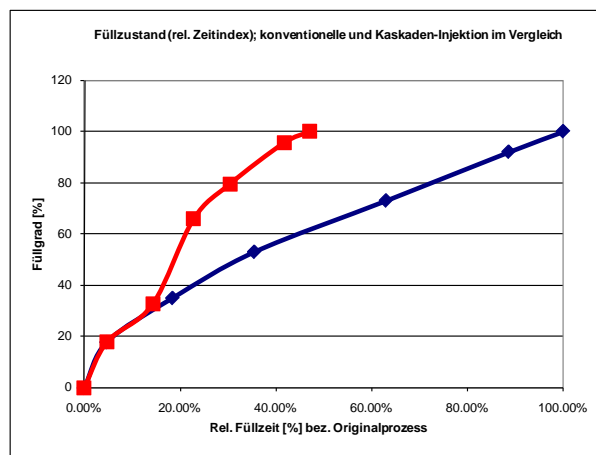

Abbildung 12: Gegenüberstellung der normalen und der Kaskaden-Injektion
- Vergleichen Sie die Injektionszeiten der ursprünglichen und der optimierten Simulation und stellen Sie beide im Excel-Diagramm dar (Abbildung 12). Beziehen Sie die relative Füllzeit auf diejenige der Originalsimulation.